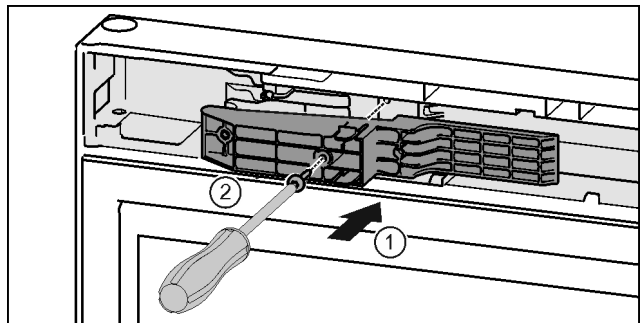

Fig. 46 *
- ▶ Inserte la pieza adaptadora por el lado del tirador en la escotadura. Fig. 46 (1)*
- ▶ Atornille los tornillos con el destornillador T15. Fig. 46 (2)*